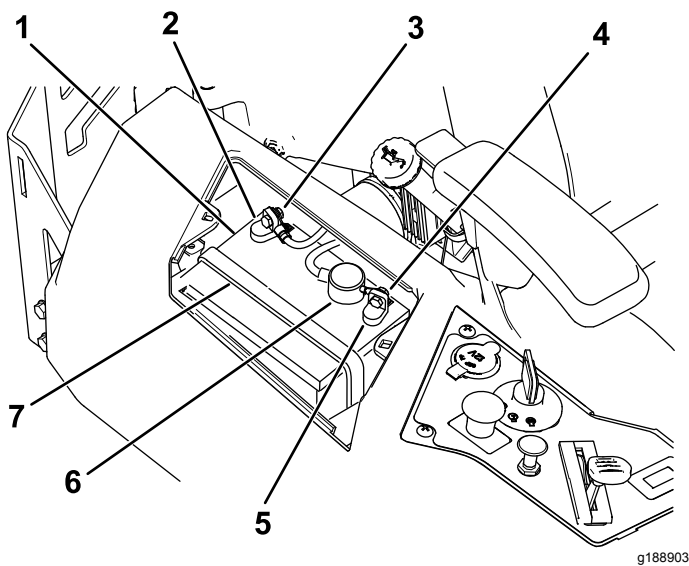

Figura 54
4. Staccate il cavo negativo (nero) di terra dal polo della batteria (Figura 54).
6. Staccate il cavo positivo (rosso) dal polo della batteria (Figura 54).
7. Togliete il dispositivo di fissaggio della batteria (Figura 54) e togliete la batteria dal vassoio.
1. Posizionate la batteria nella cassetta (Figura 54).
5. Fissate la batteria con l'apposito dispositivo (Figura 54).